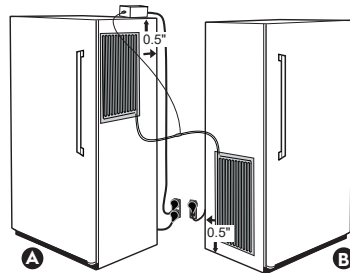

Fig. 9
**NOTA:** Antes de retirar el papel protector, alinee los calentadores para asegurarse de que los cables salgan hacia el centro y la parte posterior del refrigerador/congelador (como se muestra en la Fig. 9).